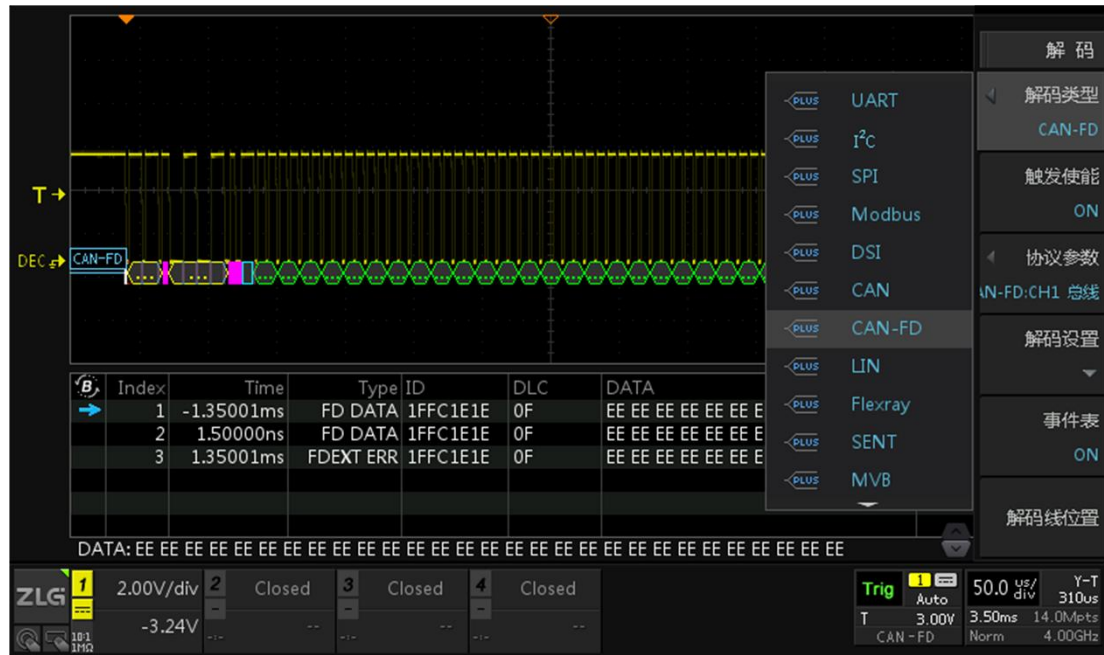

图 15.19 CAN-FD 解码类型选择
- 4、 点击【解码类型】旋转旋钮 A 选中协议，短按旋钮 A 即可将设置为 CAN-FD，点击【协议触发】为“ON”（当对协议进行触发设置后，此处固定为 ON），此操作其实就是将触发类型设置为 CAN-FD，如图 15.19 所示；